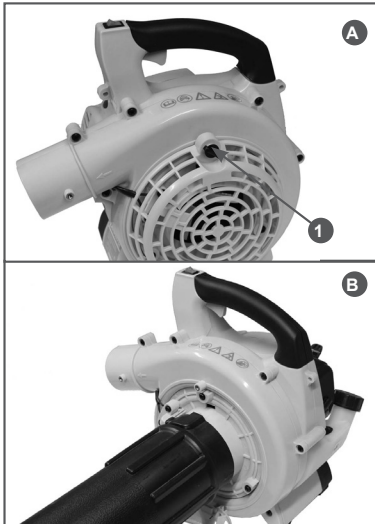

Рис. 5 Установка всасывающей трубы
- а) Отсоедините напорную трубу (Рис. 5А). Аналогично напорной трубе соберите из двух частей всасывающую трубу. Открутите винт 1 (Рис. 5А) и откиньте крышку вентилятора. Установите всасывающую трубу (Рис. 5В). Убедитесь, что скошенный конец всасывающей трубы обращен к земле.
На устройстве установлен выключатель предохранительный 3 (Рис. 2). Убедитесь, что крышка вентилятора надежно закреплена винтом 1 (Рис. 5А) для эксплуатации в режиме нагнетания, или всасывающая труба надежно закреплена на устройстве (Рис. 5В) для эксплуатации в режиме всасывания. При случайном открытии крышки работающий двигатель должен заглохнуть.